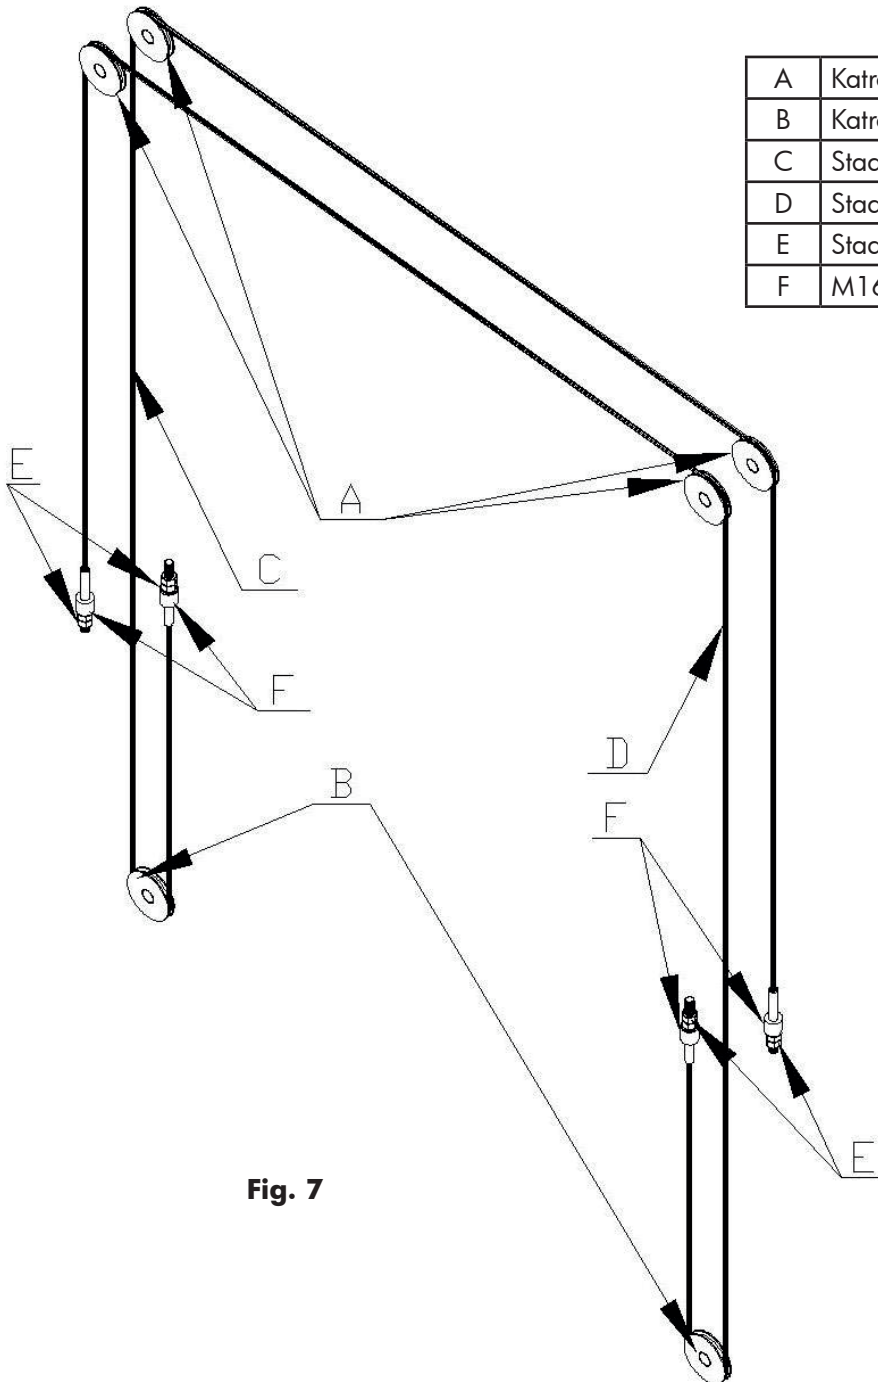

Fig. 7
6. Sluit de staalkabels aan (fig. 7).